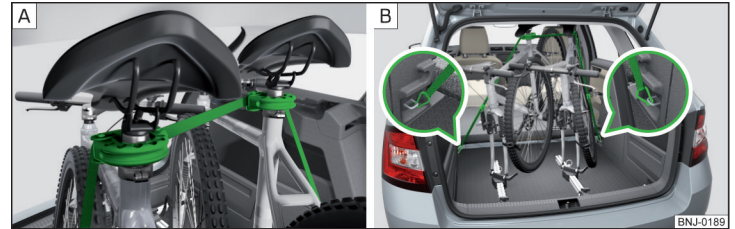

Abb. 105 Stabilität der Fahrräder mit einem Gurt absichern
- Beim Transport von zwei Fahrrädern den Gurt zwischen den Sätteln spannen, indem die Fahrräder auseinander geschoben werden » Abb. 105 - **A**.
- Die Karabiner an den Gurtenden in die unteren Verzurrösen hinter den Rücksitzen einrasten » Abb. 105 - **B**.